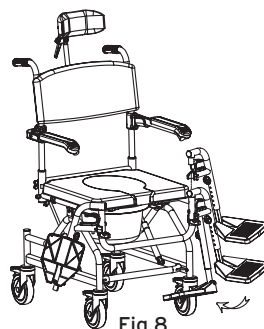

Fig.8
- Aggiungere le pedane lateralmente, poi ruotarle avanti fino a che non si bloccano (Fig.8);